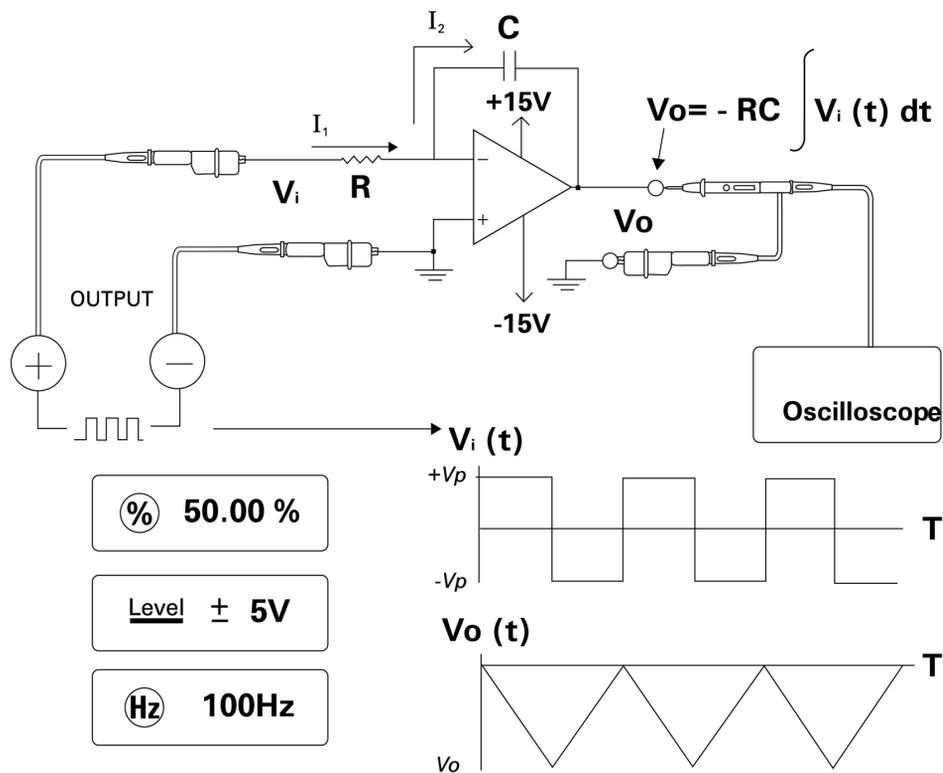

Figura 5-15 Conversione da onde quadre a onde triangolari
Il circuito di integrazione riprodotto nella Figura 5-15 a pagina 112 produce una tensione di uscita proporzionale all'integrale della tensione di ingresso.
- 3 Collegare l'amplificatore operativo come indicato nella Figura 5-15 a pagina 112.